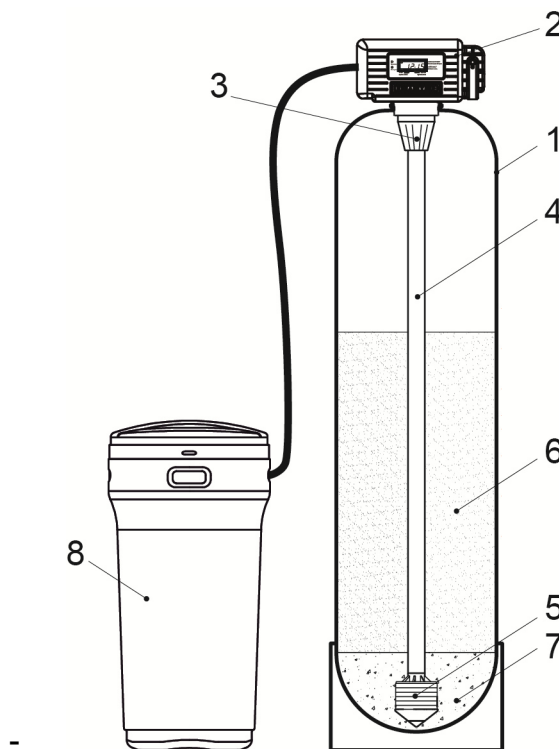

Рис.5.
5.7 В состав системы умягчения / многофункциональной системы входят (см. Рисунок 5):